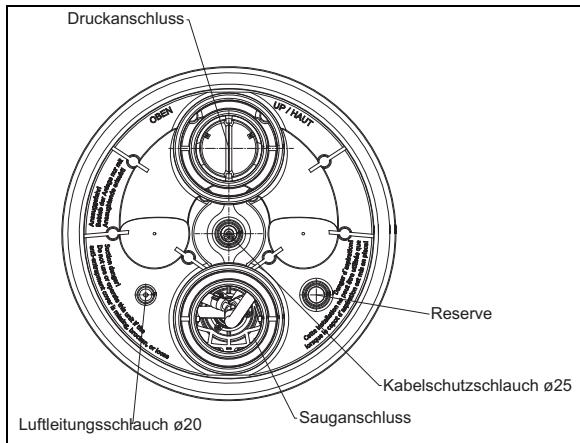

Abb.9
1. Einkleben des Kabelschutzschlauches und des äußereren Luftleitungsschlauches (Abb. 9).